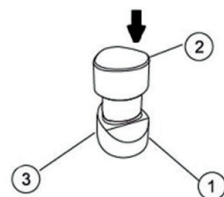

Рис. 3
1. Установите аккумулятор (2) так, чтобы отметки «плюс» и «минус» на аккумуляторе совпадали с такими же отметками на зарядном
3. Подключите шнур питания зарядного устройства (1) к розетке (см. Рис. 3).
4. Подключение шнура питания включит зарядное устройство (загорится контрольная лампа (3)).